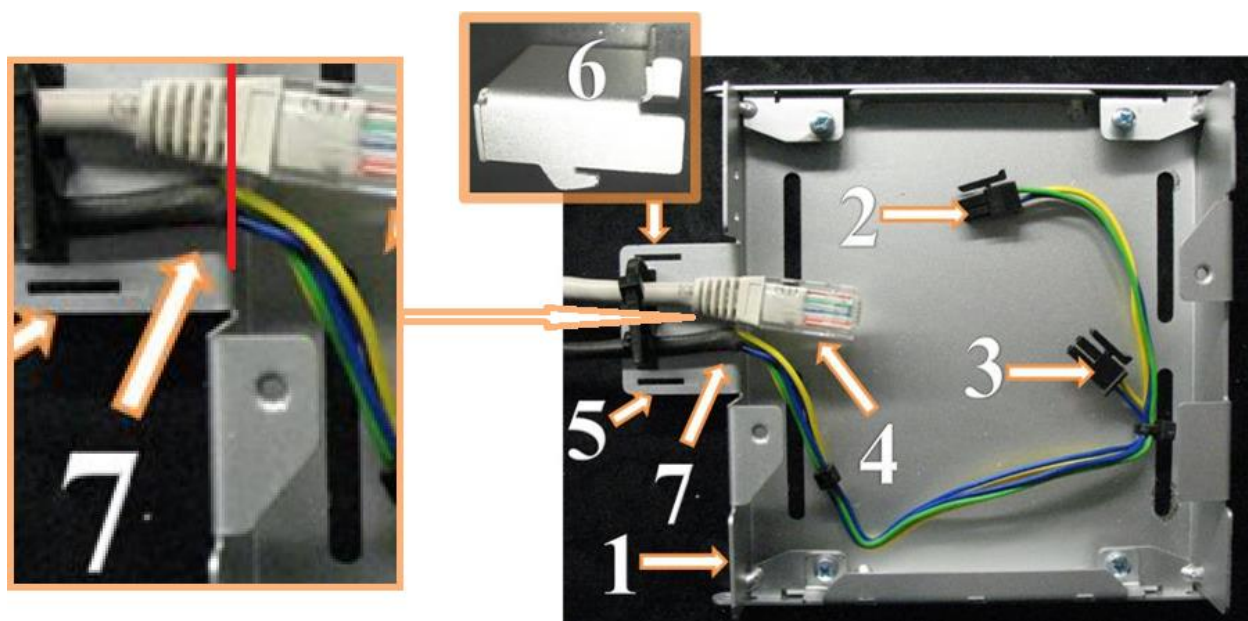

Рисунок 2.1.2 – Внутренний вид платформы КИА
На крепёжном фланце (5, Рисунок 2.1.2) закрепить пластиковой стяжкой общий кабель подключения SAS и кабель питания (2,3, Рисунок 2.1.2), совместив край изоляционной трубки на кабеле с местом изгиба крепёжного фланца (7, место изгиба выделено красной линией на Рисунке 2.1.2).
На крепёжном фланце (5, Рисунок 2.1.2) закрепить пластиковой стяжкой общий кабель для подключения кабеля SAS и кабеля питания
(2,3, Рисунок 2.1.2), совместив край изоляционной трубки на кабеле с местом изгиба крепежного фланца (7, место изгиба выделено красной линией на Рисунке 2.1.2).
Внимание! Необходимо закрепить кабель СККС на крепёжном фланце (5, Рисунок 2.1.2) не затягивая крепящую стяжку!
Установить защитный кожух крепления кабелей (6, Рисунок 2.1.2) на крепёжный фланец (5, Рисунок 2.1.2) и закрыть основание платформы КИА крышкой (5, Рисунок 2.1.1). Крышку зафиксировать винтами (2,3, Рисунок 2.1.1).
2. Установить защитный кожух крепления кабелей (6, Рисунок 2.1.2) на крепежный фланец (5, Рисунок 2.1.2) и закрыть основание платформы КИА крышкой (5, Рисунок 2.1.1.).